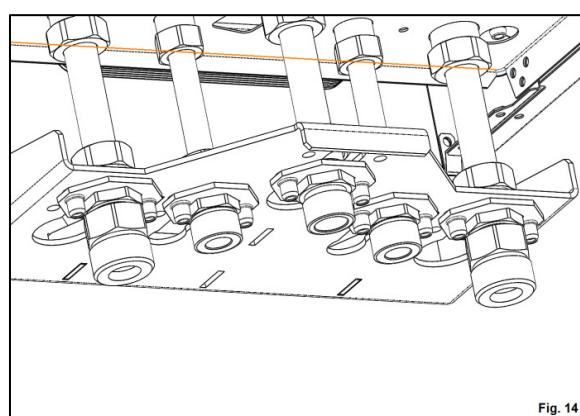

Fig. 14
**9.** Se ataseaza partea cu filet interior, a racordurilor olandeze L1, la racordurile F, asigurandu-se etansarea cu snur de canepa (Fig. 14).